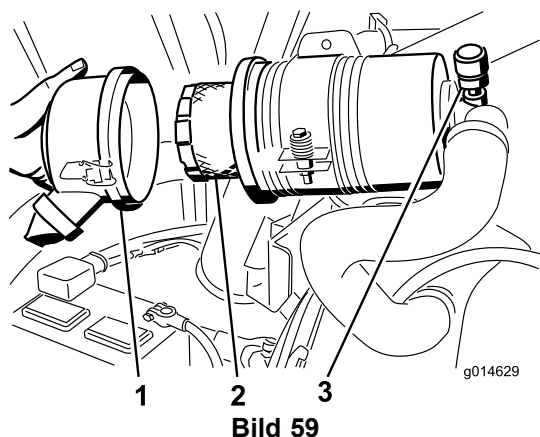

**Bild 59**
3. Nehmen Sie den Filter heraus und wechseln Sie ihn (Bild 59).